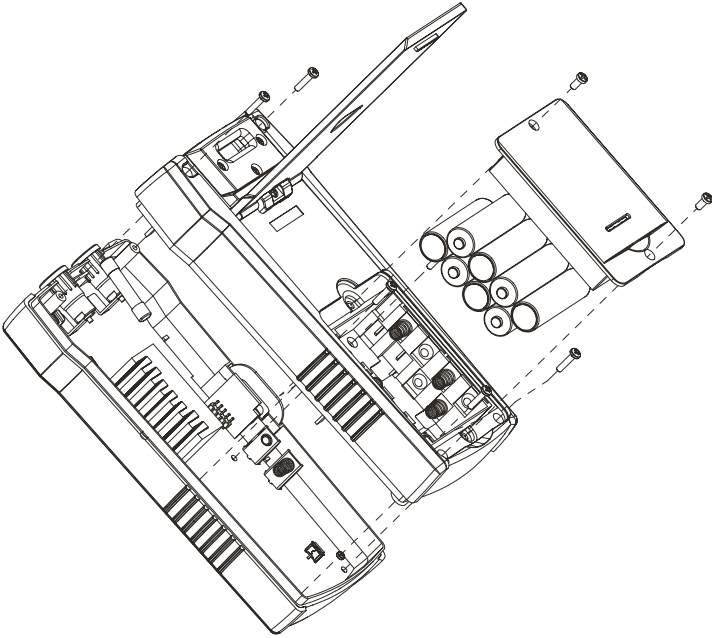

Figure 5.0c : Remplacement du fusible du transmetteur
6. Retirez le couvercle arrière en le tirant vers le haut comme indiqué dans la figure 5.0c.